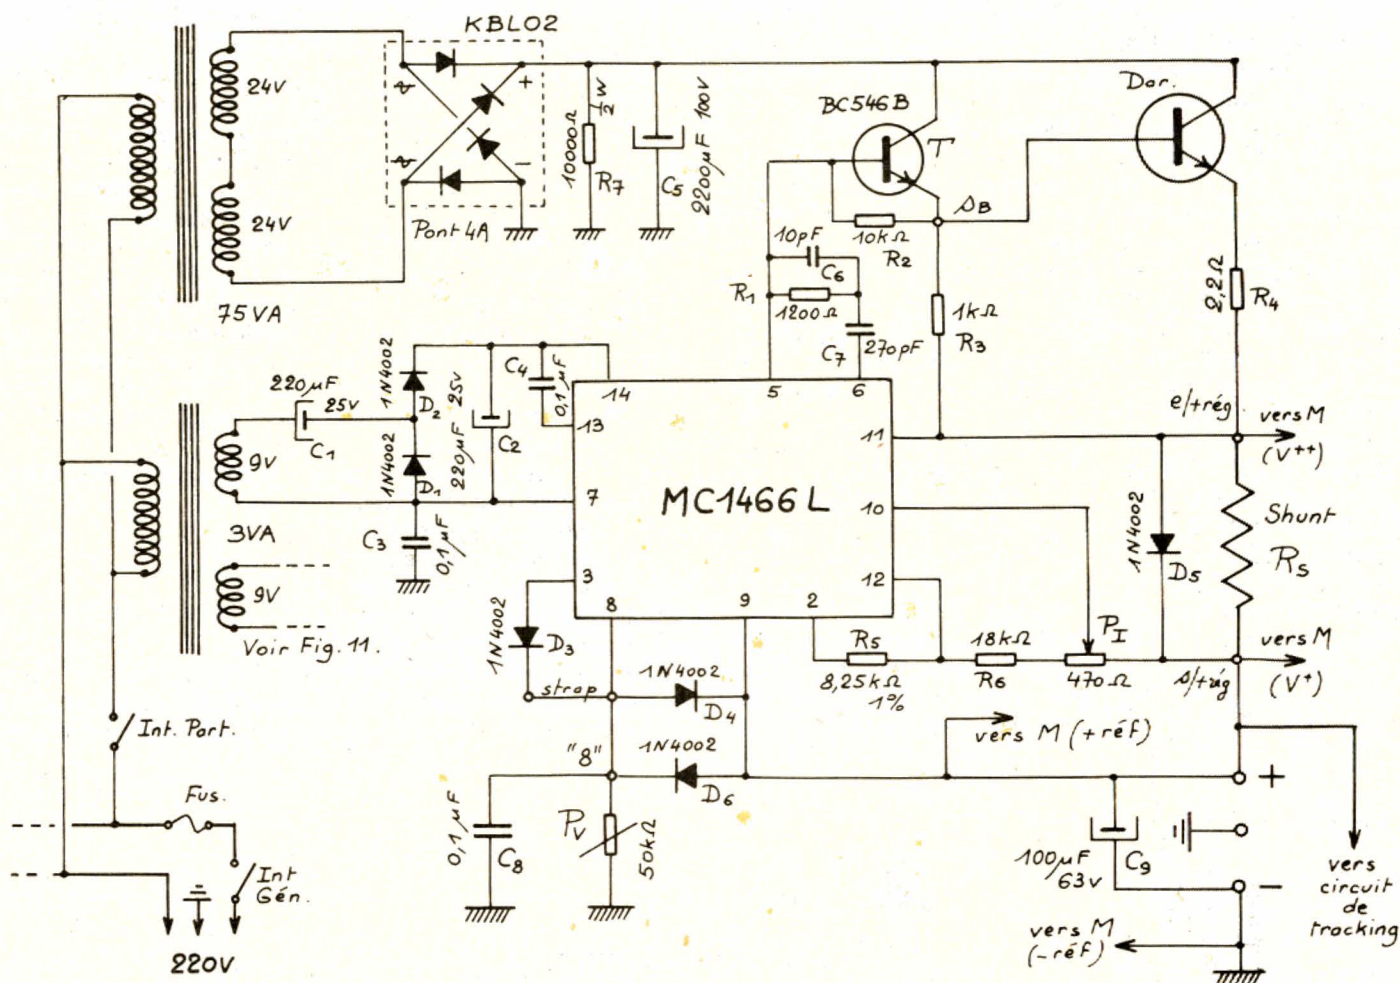

Fig. 10. - Schéma de l'alimentation 0-50 V - Maître.
2. Sections 0/50 V, 1 A (fig. 10 et 12)
La figure 10 donne le schéma de la section « MAÎTRE ». Elle ne comporte aucune particularité supplémentaire, sauf le départ de la tension $V_s (+)$ vers la section esclave.
parés », les commutations établissent les connexions exactes de la figure 10 d'où un fonctionnement identique. La tension de sortie est contrôlée par P_V et on peut la régler de 0 à 50 V, en toute indépendance.